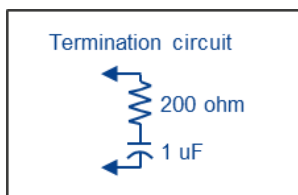

Figure 1-4 終端回路例
- Figure 1-4の終端回路は、(*4)を使用した場合の例です。終端回路の容量1uFはDC電流カット用に挿入しています。